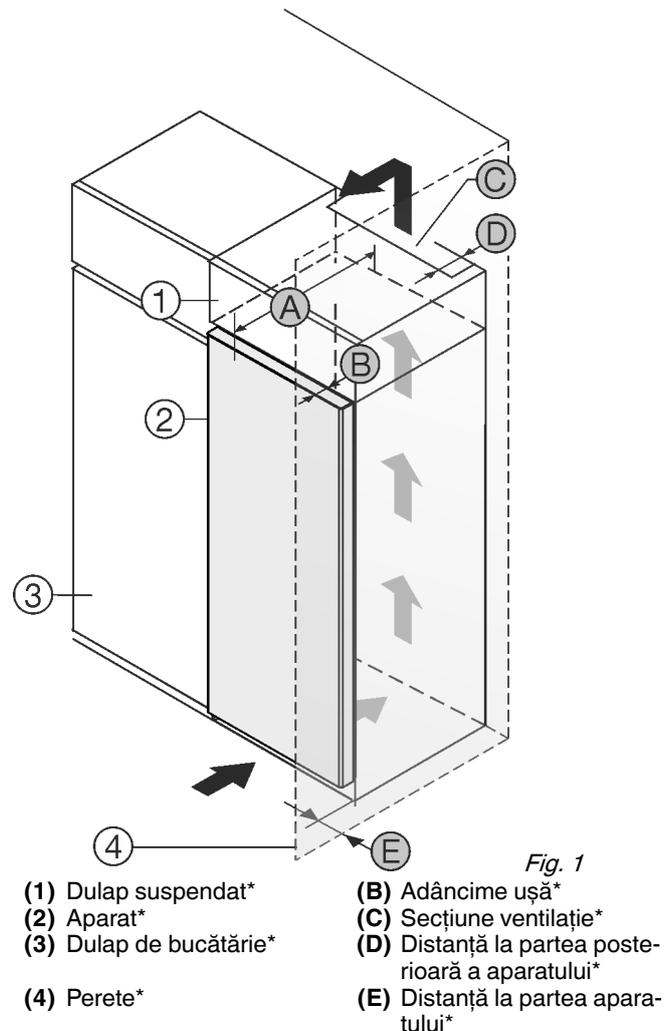

Fig. 1
Amplasați aparatul direct lângă dulapul de bucătărie Fig. 1 (3).
În partea din spate a dulapului suspendat trebuie să existe o fantă de aerisire cu grosimea Fig. 1 (D) pe toată lățimea dulapului suspendat.
Sub tavanul încăperii trebuie să fie respectată secțiunea de ventilație Fig. 1 (C).
Atunci când aparatul este montat cu balamalele lângă un perete Fig. 1 (4), distanța dintre aparat și perete trebuie să fie de minimum 46 mm. Această valoare corespunde proeminenței mânerului cu ușa deschisă.\*
Pentru a putea deschide complet ușa, aparatul trebuie să fie proeminent cu cel puțin adâncimea ușii Fig. 1 (B) față de suprafața frontală a dulapului de bucătărie. În funcție de adâncimea dulapurilor de bucătărie Fig. 1 (3) și utilizarea distanțierelor de perete, aparatul poate ieși mai mult în afară.\*